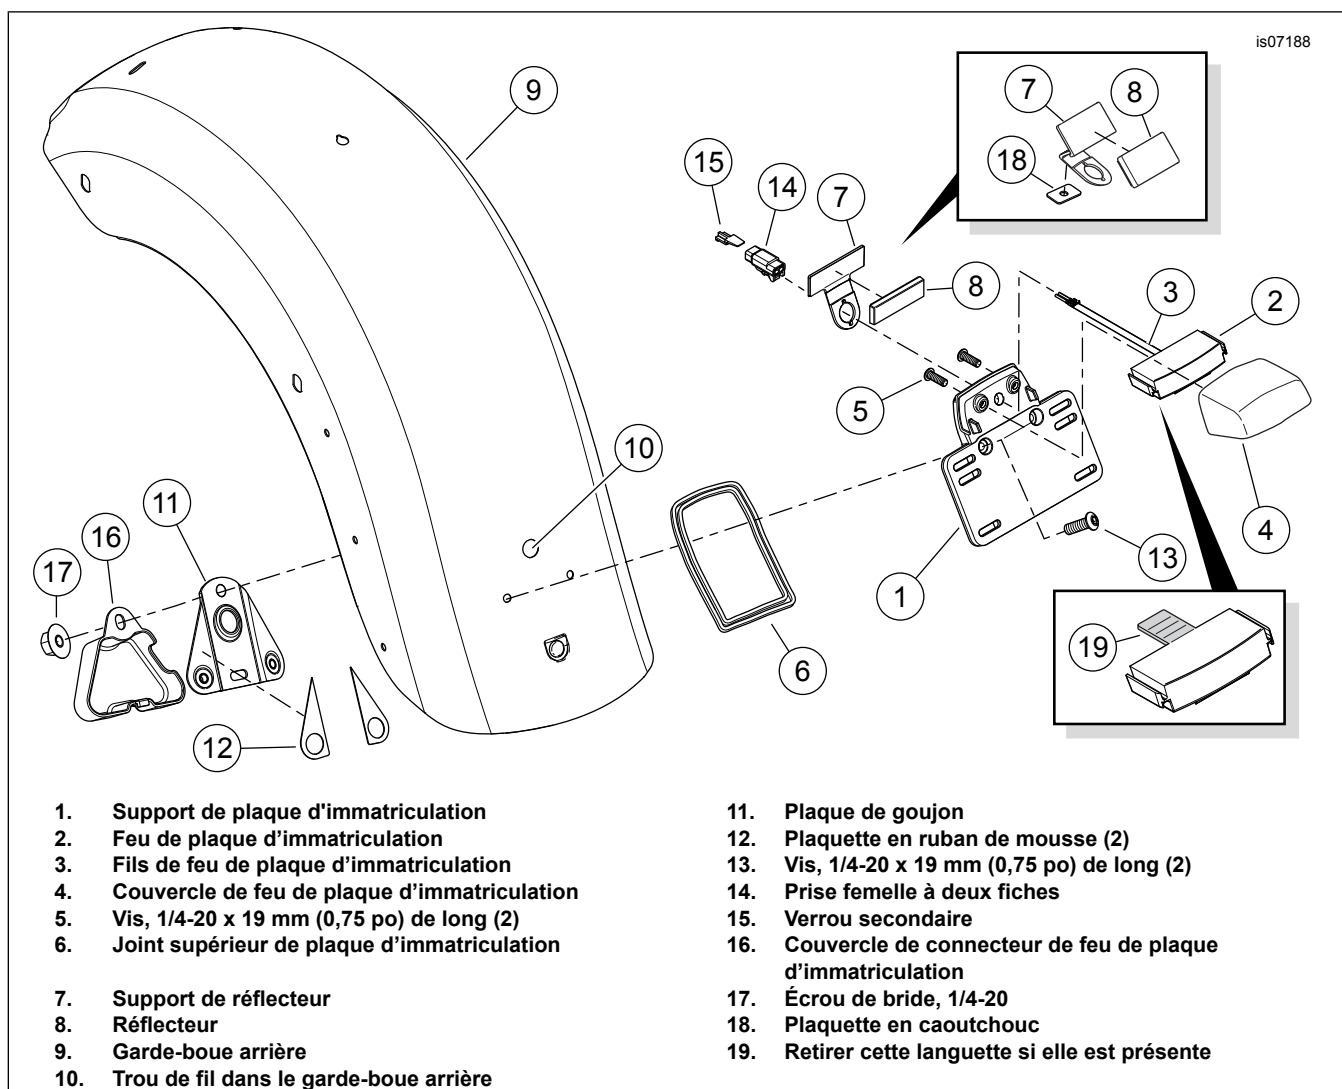

Figure 4. Installation du feu de plaque d'immatriculation et du support
Certains feux de plaque d'immatriculation ont une languette (voir l'encart Figure 4, élément 19) qui empêche l'installation. Retirer la languette avant de continuer.
1. Voir Figure 4. Monter le feu de plaque d'immatriculation (2) et le couvercle (4) sur le support de plaque d'immatriculation (1). Serrer les vis (5) à un couple de 6,4–7,8 N·m (57–69 in-lbs).
2. Prendre la plaque de goujon (11) et deux plaquettes en ruban de mousse (12) du kit. Retirer la doublure du support adhésif d'un côté de la plaquette. Positionner soigneusement la plaquette à un rebord de la plaque de goujon, du côté opposé aux écrous. Pousser fermement pour mettre en position. Répéter avec la deuxième plaquette sur le rebord restant. Retirer la doublure du côté exposé du ruban adhésif de la plaquette.
3. Prendre le bon réflecteur (8) et support (7) du kit. Retirer la doublure du support adhésif du réflecteur. Installer sur le support comme illustré.
Pour les modèles HDI qui utilisent le support de réflecteur 60921-09 (voir Figure 4) : Retirer la doublure du support adhésif de la plaquette en caoutchouc 30 x 19 x 1 mm (x in) (18). Positionner la plaquette au dos du support du réflecteur (7), juste au-dessus du trou tel qu'illustré. Pousser fermement pour mettre en position.
4. Tout en tenant le joint (6) en place, faire passer les fils de feu (3) par le support de plaque d'immatriculation (1), le support du réflecteur (7), et le trou (10) dans le garde-boue (9).
5. Maintenir la plaque de goujon (11) à sa place sur le dessous du garde-boue. Fixer le support (1) de plaque d'immatriculation à la plaque de goujon avec les vis (13). Bien serrer les vis.
6. Introduire les fils de feu de plaque d'immatriculation dans la prise femelle à deux contacts (14) selon les instructions du manuel d'entretien. Fixer avec le verrou secondaire (15). Brancher la prise mâle à deux contacts se trouvant sur le faisceau arrière dans la douille du feu de plaque d'immatriculation [45B].
7. Installer le couvercle (16) du connecteur du feu de plaque d'immatriculation. Fixer avec un écrou à collet (17). Serrer l'écrou à un couple de 3,4–5,1 N·m (30–45 in-lbs).